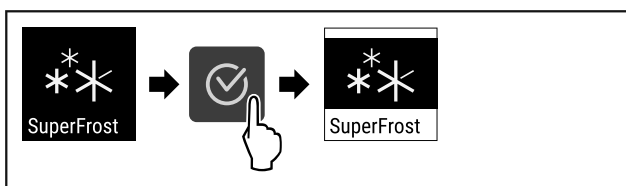

Fig. 65
- ▶ Udfør handlingstrinene (se Fig. 65) .